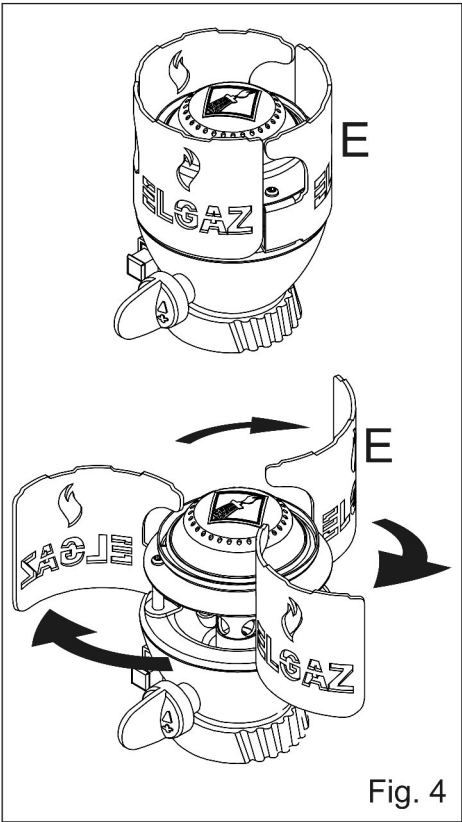

Fig. 4
- 4.1 Before lighting the appliance burner, place the appliance down on a firm level surface. Extend the pan supports (E) fully (recommended) or adjust them to the desired extend (fig. 4). Pan supports can be adjusted according to the pan that you are using. Always adjust the pan supports to the desired levels before you use the appliance-never adjust the pan supports during operation or after. If you want to adjust the pan supports after use, you must wait until the appliance cools down.
- Bei der Lagerung können Sie die Arme der Topfauflage (E) vollständig einklappen (Abb. 4).
- Bevor Sie den Brenner des Geräts einschalten, platzieren Sie das Gerät auf einer horizontalen Oberfläche. Klappen Sie die Arme der Topfauflage (E) vollständig aus (empfohlen) oder passen Sie sie an die gewünschte Länge an (Abb. 4). Die Arme können an das verwendete Gefäß angepasst werden. Stellen Sie die Arme immer vor der Verwendung des Geräts auf die gewünschte Länge ein, niemals bei Gebrauch des Geräts oder direkt nach dem Gebrauch. Zum Anpassen der Arme nach Gebrauch des Geräts warten Sie, bis sich das Gerät abgekühlt hat.